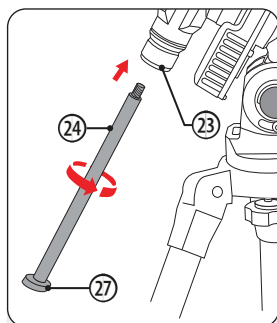

Fig. 11: Avvitare l'asta del contrappeso
1. Avvitare l'asta del contrappeso nella filettatura interna (23a) del bloccaggio DEC (23) (Fig. 11).